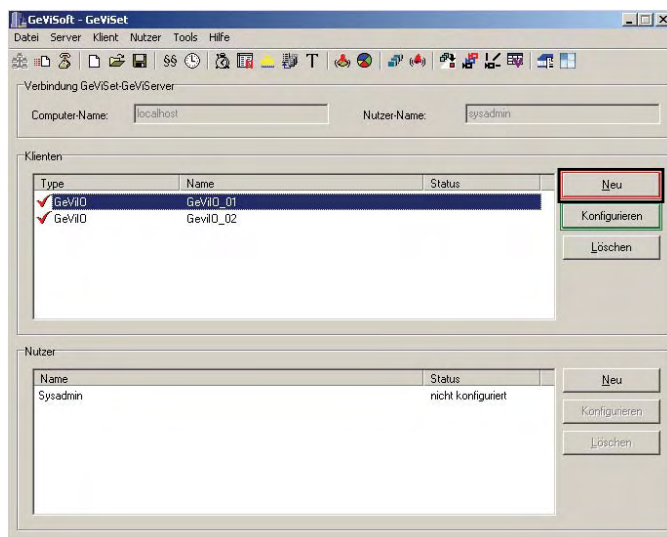

Abbildung 8-2: GeViSet
- Fügen Sie nun einen neuen GeViIO-Client hinzu. Nutzen Sie dazu die Taste „Neu“ (Abbildung 8-2, eingerahmte Taste).